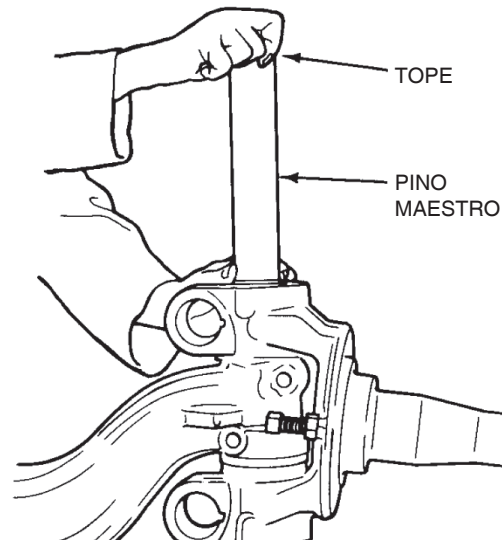

Figura 81
6. Instale el perno maestro de acuerdo con el procedimiento siguiente. Figura 81.